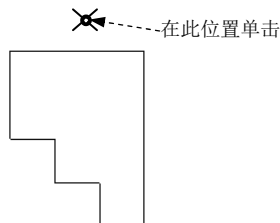

图 4.1.35 定义标注尺寸的放置位置
Step4. 定义标注尺寸的放置位置。在图 4.1.35 所示的位置单击以放置标注尺寸，如图 4.1.36 所示。